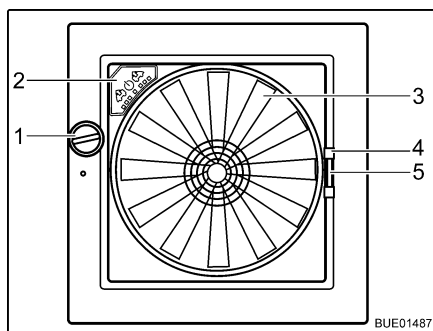

Bild 101 Taklucka Omni-Vent
- Vrid på vredet (Bild 101,1) tills önskad öppningsvinkel har nåtts.
- Vrid på vredet (Bild 101,1) tills takluckan är helt stängd.
Stänga:	■ Dra insektsskyddet i handtaget (Bild 101,4) till motstående ramsida.
Stänga:	■ Tryck ihop mörkläggningsgardinens handtag (Bild 101,5). ■ Dra ut mörkläggningsgardinen till önskat läge och släpp den. Mörkläggningsgardinen stannar i den här positionen.
Fläkt	När takluckan är öppen kan kupén ventileras och vädras med fläkten (Bild 101,3) i 6 nivåer. Fläkten regleras via reglagen (Bild 101,2).